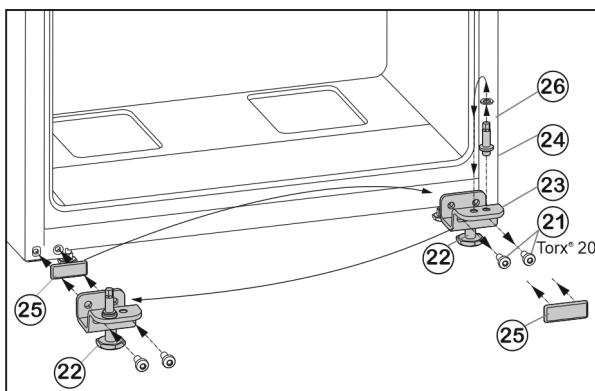

Fig. 9
- ▶ Odvijte pritrdilna vijke Fig. 9 (21).
- ▶ Odstranite ležajni podstavek spodaj Fig. 9 (23) skupaj z osovinou ležaja Fig. 9 (24), podložko Fig. 9 (26) in nastavljivo nogo Fig. 9 (22).
- ▶ Odvijte osovinu ležaja Fig. 9 (24) skupaj s podložko Fig. 9 (26) in jo prestavite v nasprotno odprtino ležajnega podstavka ter močno privijte.
- ▶ Previdno snemite pokrovček Fig. 9 (25) in ga prestavite na nasprotno stran.
- ▶ Ležajni podstavek spodaj Fig. 9 (23), skupaj z osovinou ležaja Fig. 9 (24), podložko Fig. 9 (26) in nastavljivo nogo Fig. 9 (22), ponovno **dobro (s 4 Nm)** privijte na novo stran tečajev vrat, po potrebi z akumulatorskim izvijačem.
- ▶ Vrata od zgoraj nasadite na ležajni sornik Fig. 9 (24).
- ▶ Nastavljivo nogo Fig. 9 (22) na ležajnem podstavku spodaj Fig. 9 (23) odvijte, dokler ne stoji trdno na tleh.